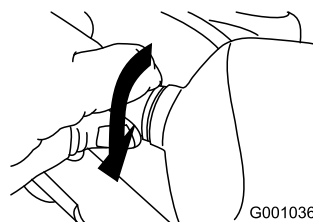

Figure 49
5. Tournez l'embase de l'ampoule dans le sens horaire jusqu'à ce qu'elle soit bien vissée (Figure 49).